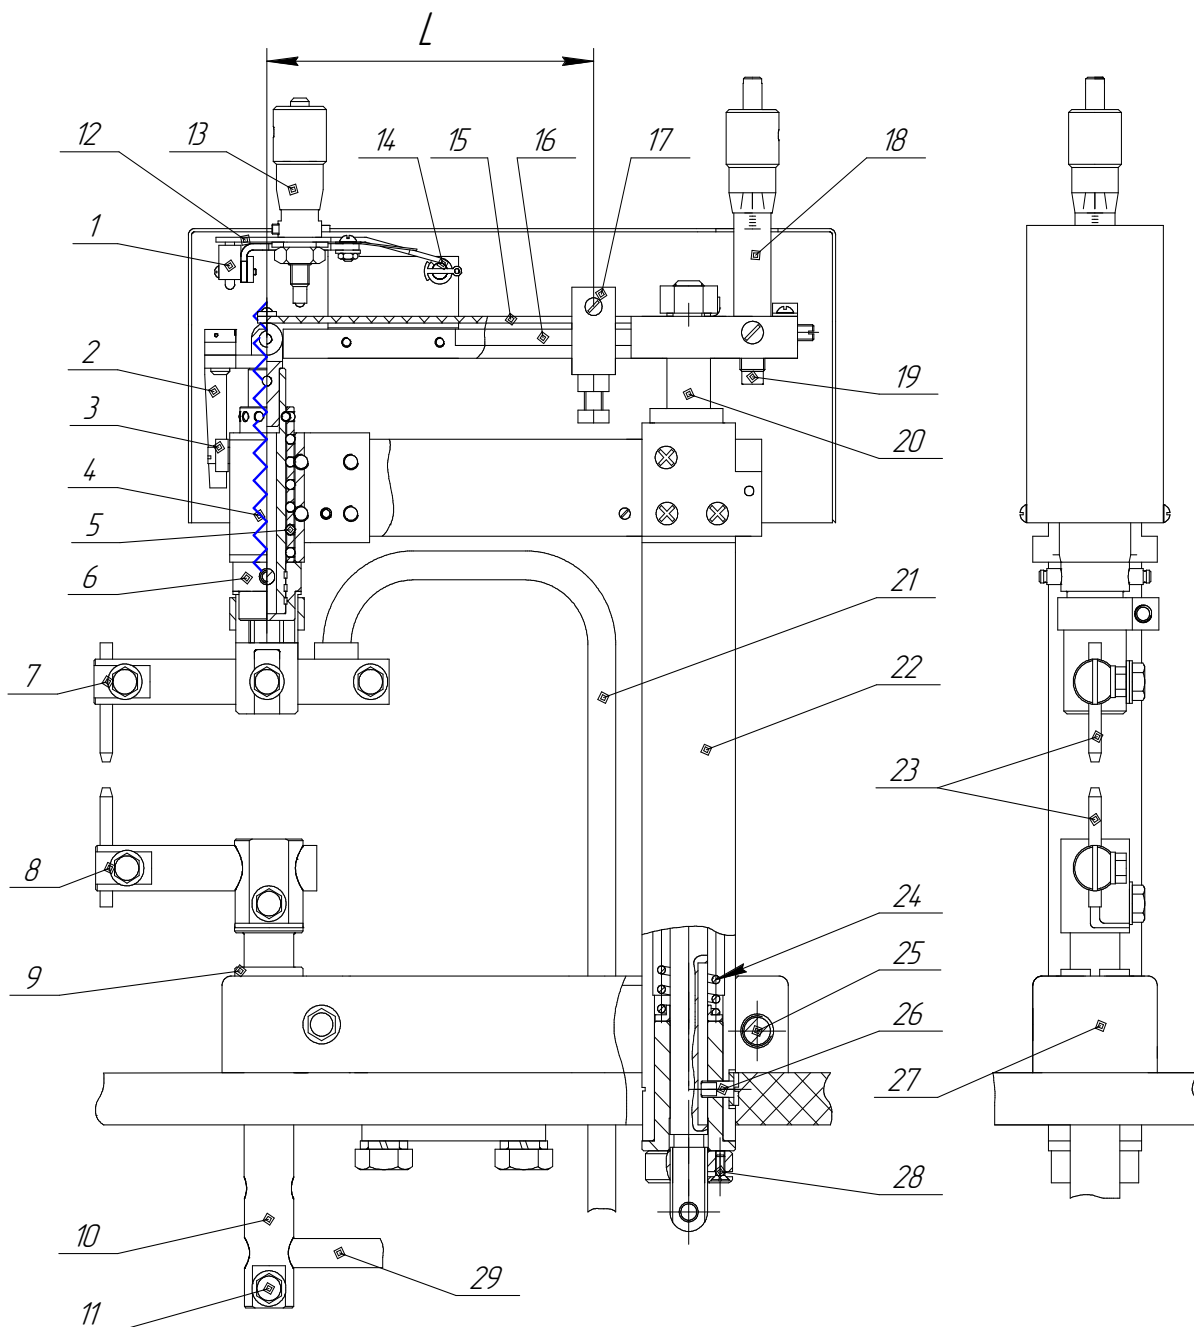

Рисунок 2 – Сварочная головка
1.3.3.1 Сварочная головка (рисунок 2) состоит из полого корпуса (22), закрепляемого в основании (27) винтом (25), неподвижного и подвижного узлов электродов, сменных электродов (23), нижнего (29) и верхнего (21) токоподводов.
1.3.4.1 При нажатии на педаль тяга (20) (рисунок 2) перемещается вниз, при этом происходит:
- перемещение каретки (6) с электрододержателем вниз;
- верхний электрод (23) прижимает свариваемое изделие к нижнему электроду, пластина (15) начинает прогибаться и этот прогиб продолжается до упора винта задатчика усилия сжатия (13) в пластину (15), после чего планка (12) поворачивается на оси (14) и микропереключатель (1) выдает сигнал на сварку;
- винт ограничителя хода (18) упирается в корпус головки через 0,5-1 мм хода после срабатывания микропереключателя, осуществляя тем самым защиту пластины (15) от перегрузок и устраняя избыточный ход.